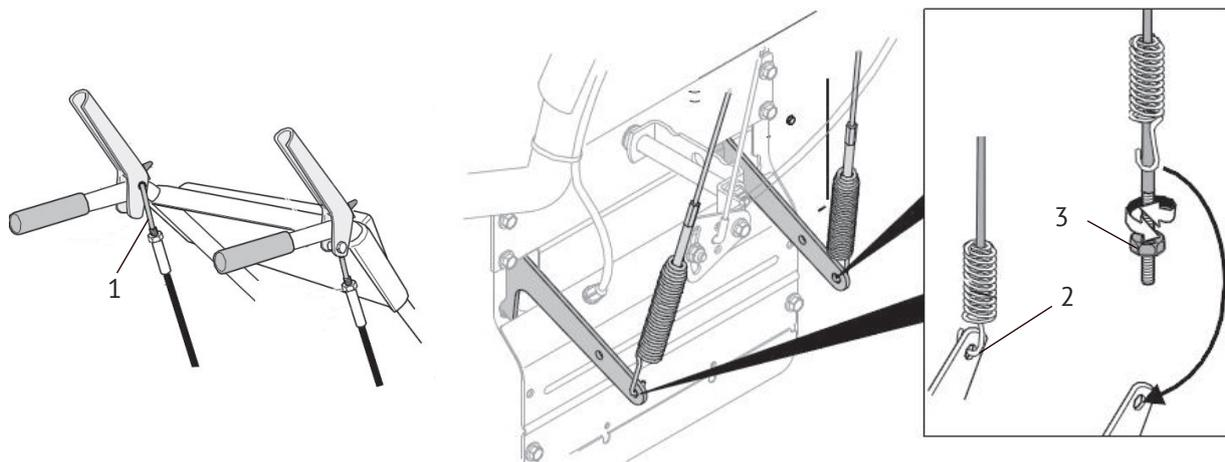

рис. 6
- установите в отверстие на рычаге управления (рис.1 поз.1 и 3) верхний Z – образный конец троса привода, как показано на рис.6 (поз.1);
- нижний конец троса со спиральной пружиной (рис.6 поз.2) закрепите на натяжном кронштейне. Гайкой (рис.6 поз.3) отрегулируйте натяжение троса.